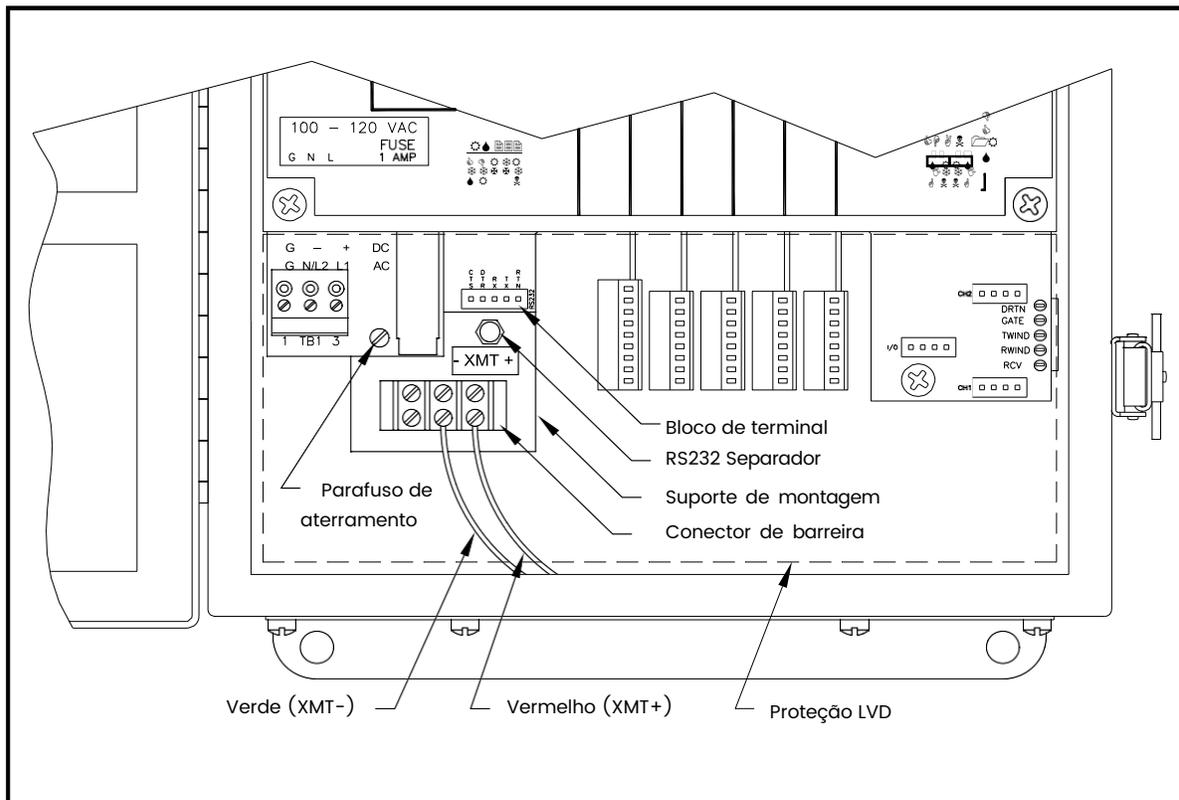

Figura 9: Montagem do conversor de interface
A conexão padrão de fábrica da interface serial RS485 é configurada para conexão ponto a ponto. Isto é, um único modelo GF868 pode ser conectado diretamente a um único computador pessoal. Para conectar a interface serial RS485, consulte a Figura 9 na página 63 e execute as seguintes etapas:
3. Remova o **suporte de montagem** do conversor de interface serial, removendo o separador localizado bem abaixo do bloco de terminal RS232 e o parafuso terra à esquerda (veja a Figura 9 na página 63).